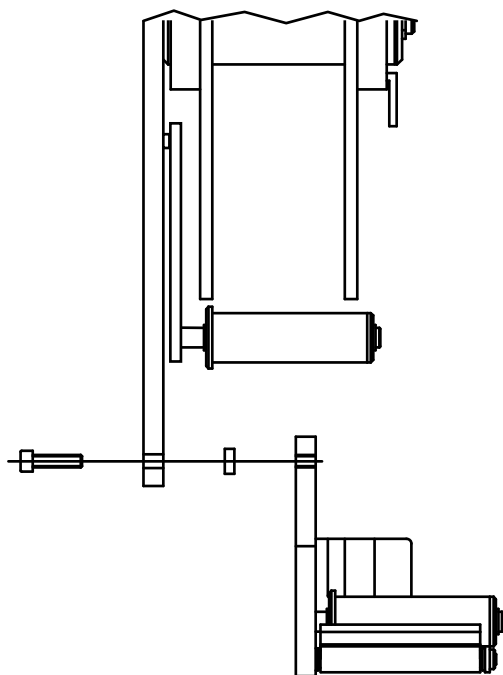

FIGURA 6
- * **Assemblare** il supporto magazzino etichette alle flange come rappresentato nella figura 6, utilizzando le 2 viti e i due distanziali in dotazione.